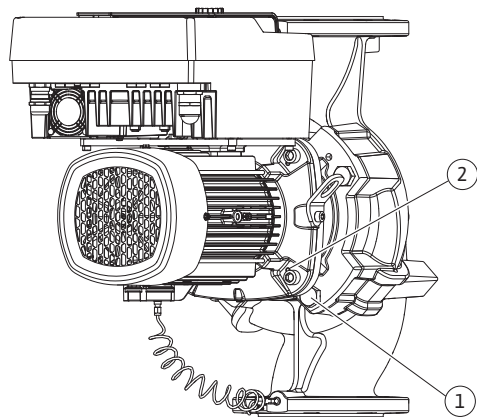

Fig. 101: Moottori-juoksupyöräyksikön painaminen irti kierrereikien (DN 100...DN 125) kautta
21. Kun ruuvit (Fig. II, pos. 10) poistetaan, myös paine-eroanturi irrotetaan moottorilaipasta. Jätä paine-eroanturi (Fig. I, pos. 8) kiinnityslevyineen (Fig. I, pos. 13) roikkumaan paineenmittausjohtoihin (Fig. I, pos. 7). Irrota elektroniikkamoduulin paine-eroanturin liitäntäkaapeli.
22. Paina moottori-juoksupyöräyksikkö irti pumpun pesästä. Käytä siihen kahta kierrereikää (katso Fig. 101, pos. 1).